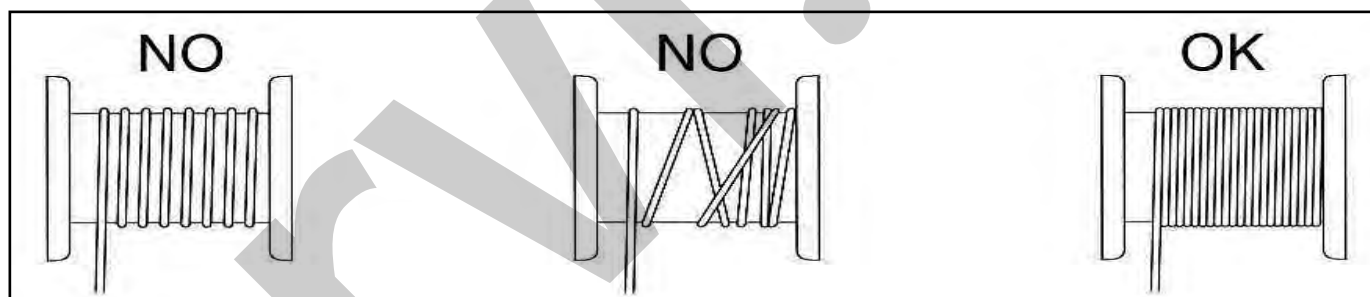

Figura 15 – Avvolgimento del cavo sul tamburo.
- una verifica accurata della configurazione del cavo, che deve essere avvolto correttamente sul tamburo con un passo uguale al diametro del cavo (Figura 15). Se il cavo risultasse avvolto in maniera scorretta, eseguire un ciclo di lavoro a vuoto per srotolare completamente il cavo e ripristinarne il corretto avvolgimento.